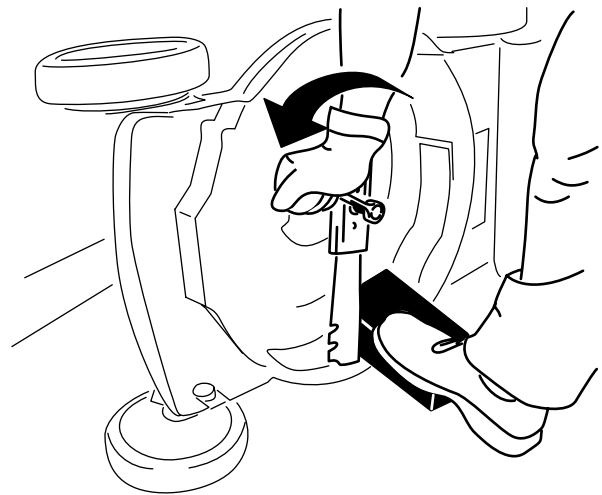

Figure 28
2. Immobilisez la lame avec un morceau de bois (Figure 28).
3. Déposez la lame et conservez les fixations (Figure 28).